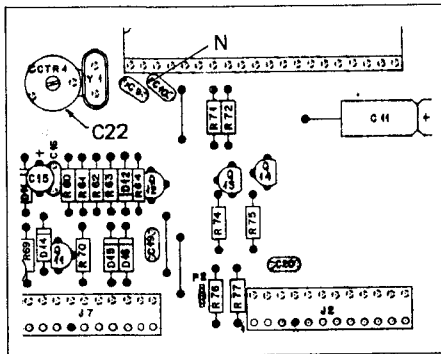

Fig. 3.14
- Frequenzzähler an Testpunkt [N] anschließen (Fig. 3.14).
- Connect frequency counter to test point [N] (Fig. 3.14).
- Raccordez le fréquencemètre digital au point de test [N] (fig. 3.14).